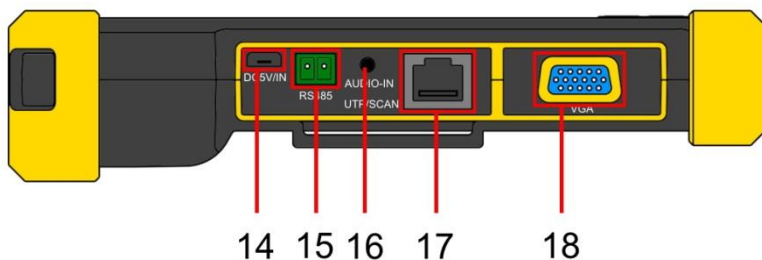
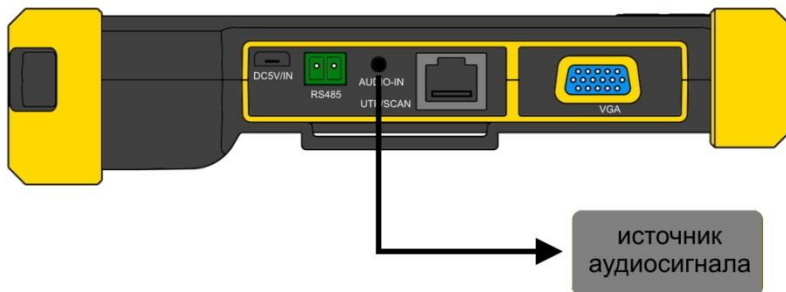

Рис. 5 Тестер TSH-H-5, разъемы нижней панели
Рис. 19 Подключение источника аудиосигнала к тестеру
При подключении поворотной PTZ видеокмеры дополнительно используется клеммная колодка RS485 (15) Рис. 5 (соответствующий кабель входит в комплект). Остальные подключения видеокмеры к тестеру выполняются аналогично п.5.1.
Подключение устройств с интерфейсом VGA производится к входу с обозначением VGA на нижней панели тестера (18) Рис. 5. Тестер в этом режиме работает как монитор.
Данная функция тестера позволяет прослушивать аудиосигнал от внешнего источника. Для включения этой функции достаточно соединить кабелем TRS 3.5 из комплекта поставки разъем AUDIO-IN (16) Рис. 5 и источник сигнала (Рис. 19).